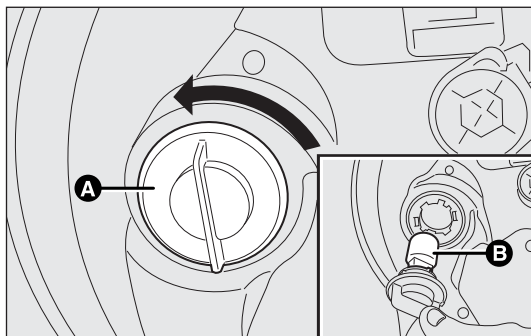

fig. 161
- ☐ gire hacia la izquierda el portalámparas A-fig. 161 utilizando la aleta correspondiente y extráigalo;